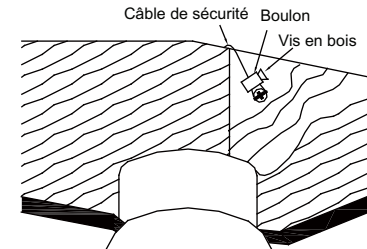

Fig. 14
Étape 2. Insérez le câble de sécurité à travers le support de montage et l'un des trous dans la boîte de sortie dans le plafond. Ajuster la longueur du câble de sécurité pour atteindre la vis et les rondelles en tirant le câble supplémentaire à travers la pince du câble jusqu'à ce que la longueur globale soit correcte, mettre l'extrémité du câble de retour à travers la pince du câble, formant une boucle à l'extrémité du câble. Resserrez la pince du câble solidement. Maintenant, mettez la boucle à l'extrémité du câble de sécurité sur la vis en bois et sous la rondelle. Resserrez la vis en bois solidement. (Fig. 14)